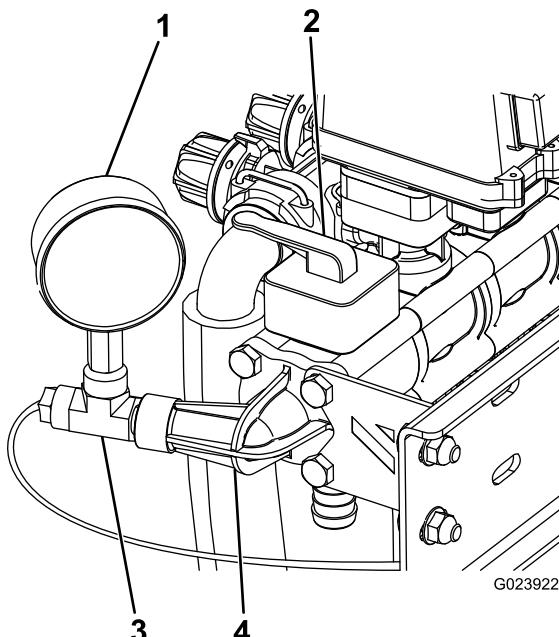

Figura 11
- Instale o anel de retenção, a nova válvula de controlo, a porta do indicador de pressão previamente removida e o suporte de estabilização utilizando 4 parafusos compridos; consulte Figura 11.